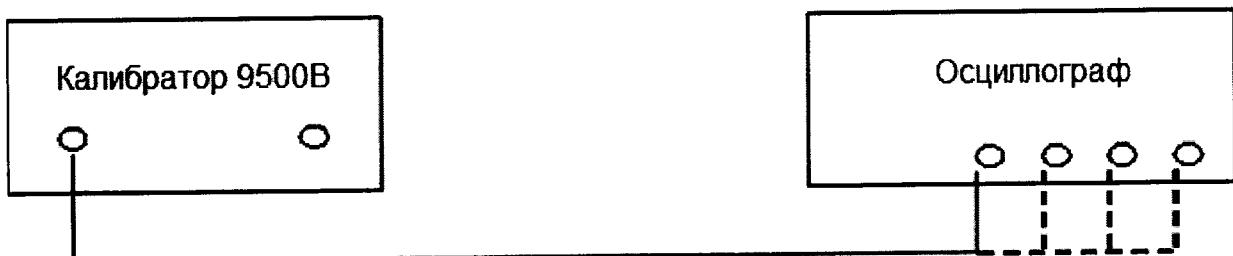

Рис. 2
- Собрать схему поверки, приведенную на рис. 2.
1. Собрать схему поверки, приведенную на рис. 2.